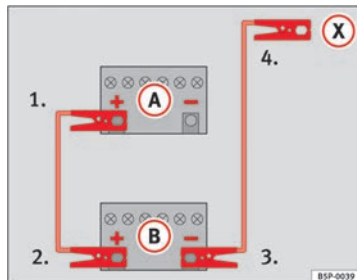

Fig. 188 Esquema de ligação para veículos sem sistema Start-Stop.
2. Ligue uma extremidade do cabo auxiliar de arranque *vermelho* ao pólo positivo (+) do veículo com a bateria descarregada (A) ⇒ Fig. 188.
3. Ligue a outra extremidade do cabo *vermelho* de emergência ao pólo positivo (+) do veículo que fornece a corrente (B).
4. **Em veículos sem sistema Start-Stop:** Ligar uma extremidade do cabo *preto* de emergência ao pólo negativo (-) do veículo que fornece a corrente (B) ⇒ Fig. 188.